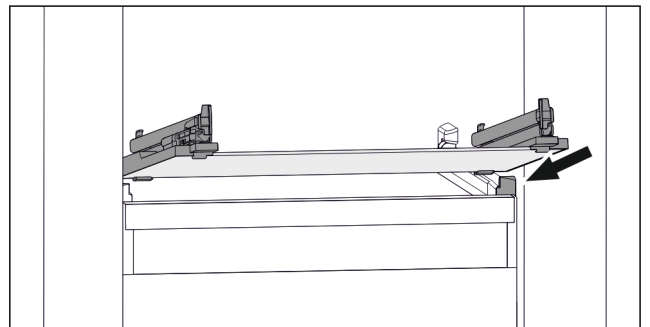

Fig. 134 Примерно изображение на стъклената плоча
- ▶ Поставете стъклената плоча под ъгъл зад ограничителите. (виж Fig. 134)